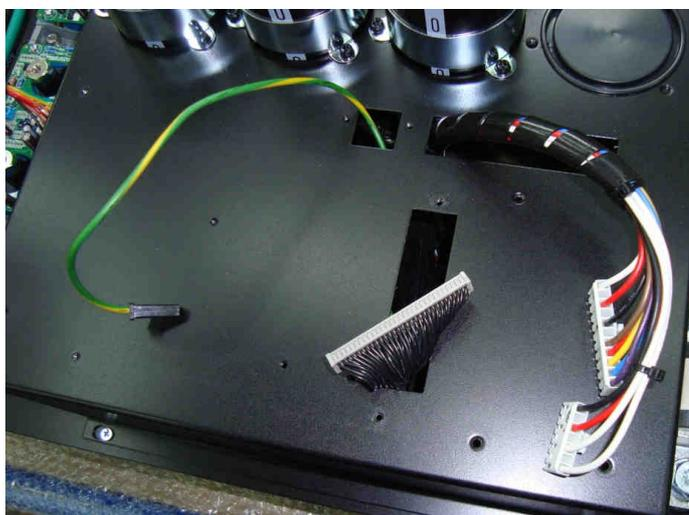

Рис. 7.19.
- вытащить через прорези в корпусе блока конденсаторов жгут платы ЦП, жгут платы предохранителей и провод заземления (рис. 7.19).